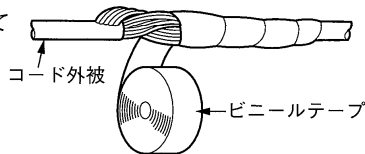

図 28
- 配線コードとコード内の電線には若干の隙間があり、コード接続部や末端の防水処理が不完全ですと、毛細管現象でアクチュエータ端子箱内に水分が浸入して、内部腐食により作動不良を発生させる場合があります。コード接続部・末端部の防水処理を確実に行ってください。(図 28)
① 未使用電線の絶縁処理部及びコード電線と中継コードの圧着部の防水処理
② 電線コードとコード外被の防水処理
③ 圧着した電線を束ねてコード外被からビニールテープを密に巻く